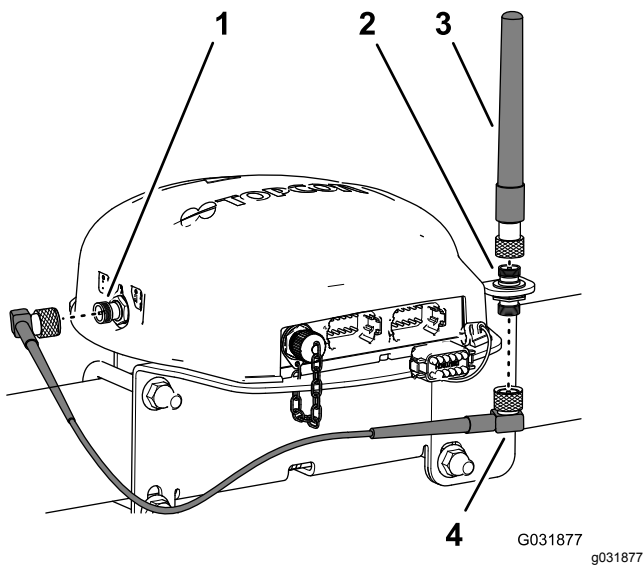

图 128
- 将 RTK 天线组装到同轴耦合器的上接头然后用手拧紧天线的滚花螺母图 128。
4. 将天线电缆松松地安装到同轴耦合器的下接头图 128。
5. 将电缆绕过导航接收器的后部连接到 CDMA 或 GSM 蜂窝调制解调器的同轴连接器上图 128。
6. 将天线电缆连接到 CDMA 或 GSM 蜂窝调制解调器的同轴连接器上图 128。